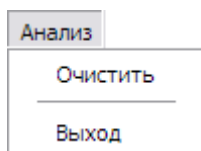

Рис. 8.138
1. В меню **Анализ** выберите команду **Очистить** (Рис. 8.138).